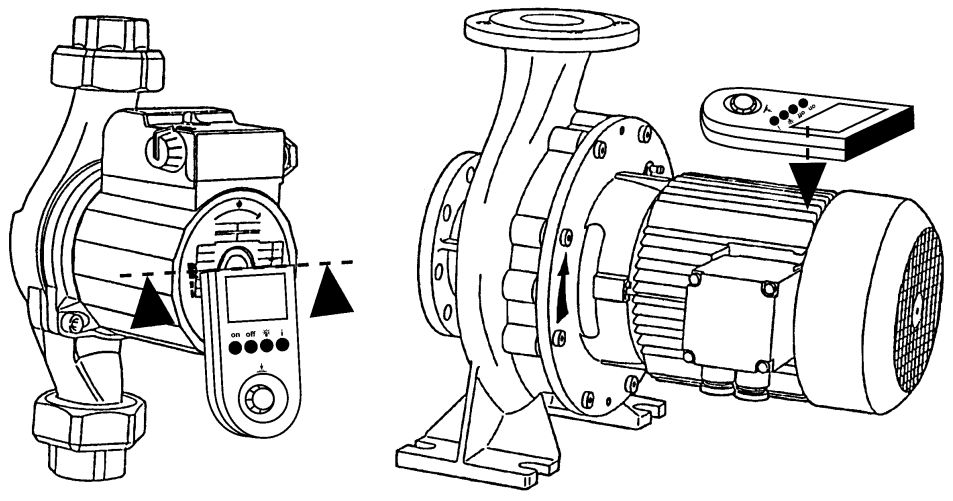

Fig. 2
- **Contrôle du sens de rotation:** L'affichage indique: moteur ON/OFF, sens de rotation gauche/droite, fréquence du champ magnétique du moteur 10 ...100 Hz. Afin de pouvoir procéder à ces mesures, le moniteur doit être en contact avec le corps de pompe (Fig. 2).